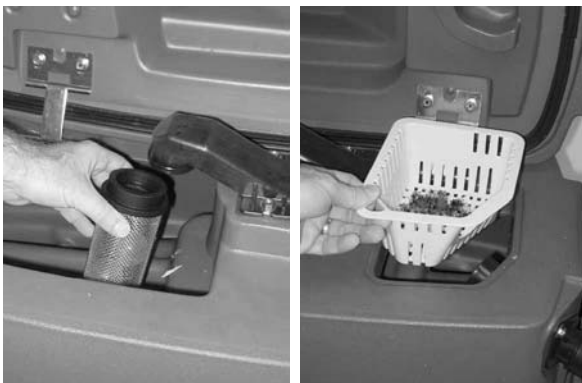

FIG. 30
3. Nettoyez le filtre d'arrêt à flotteur et le bac à déchets situés dans le réservoir de récupération (Figure 30).